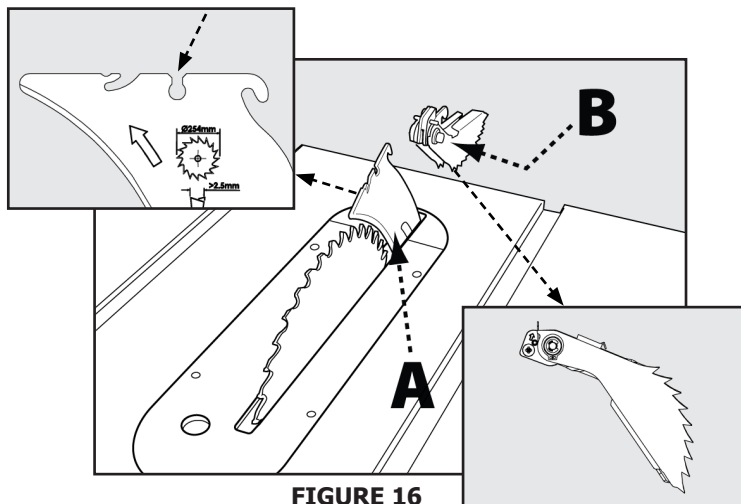

FIGURE 16
1. Reportez-vous à la Figure 16 et localisez la fente de montage des doigts anti-retour (A) au milieu du bord supérieur du couteau diviseur.
2. Faites coulisser la fente au milieu de l'ensemble de doigts anti-retour le long de la partie supérieure du couteau diviseur jusqu'à ce que la tige (B) localise la fente centrale sur le couteau diviseur.
3. Enfoncez la tige sur l'ensemble de doigts anti-retour (B) pour permettre à l'ensemble de tomber dans la fente. Appuyez sur l'ensemble de doigts anti-retour jusqu'à ce qu'il s'enclenche et se verrouille. Relâchez la tige.
**REMARQUE :** Tirez sur les doigts anti-retour pour vous assurer qu'ils sont bien verrouillés en place. Pour retirer les doigts anti-retour, appuyez sur la tige (B) et tirez l'ensemble de doigts anti-retour hors du couteau diviseur.
L'épaisseur du couteau diviseur (A) doit être supérieure à celle du corps de la lame ou de la plaque (B) et inférieure à la largeur de trait de scie ou de découpe C) comme le montre la Figure 16. Le couteau diviseur fourni avec cette scie fait 2,2 mm d'épaisseur et peut être utilisé uniquement avec une lame de 10 pouces (254 mm) pour une largeur minimale du trait de scie de 0,102 pouces (2,6 mm) et une épaisseur maximale du corps de 0,073 pouces (1,8 mm). Ne pas essayer d'utiliser ce couteau diviseur avec des lames qui ne respectent pas ces dimensions.